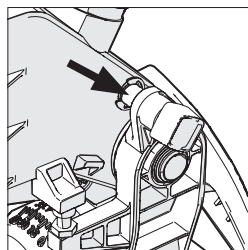

Abb. 16
- Vergewissern Sie sich, dass sich der Schneidkopf in der gesperrten Position befindet. Dabei muss der Kopfrastbolzen vollständig in seiner Halterung eingerastet sein. (**vgl. Abb. 16**)
- Vergewissern Sie sich, dass sich der Schneidkopf in der gesperrten Position befindet. Dabei muss der Kopfrastbolzen vollständig in seiner Halterung eingerastet sein. (**Abb. 16**)
- Ziehen Sie den Kopfrastbolzen (Abb. 16) heraus und lassen Sie den Schneidkopf in seine aufrechte Position fahren.